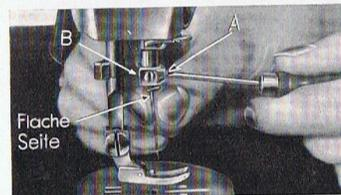

Abb. 9 Das Einsetzen der Nadel
**Einsetzen der Nadel** (Abb. 9). Bei höchster Stellung der Nadelstange wird die Nadel mit der flachen Kolbenseite (siehe Pfeil) nach hinten, die lange Schaftnute dem Nähenden zu gedreht, so weit wie